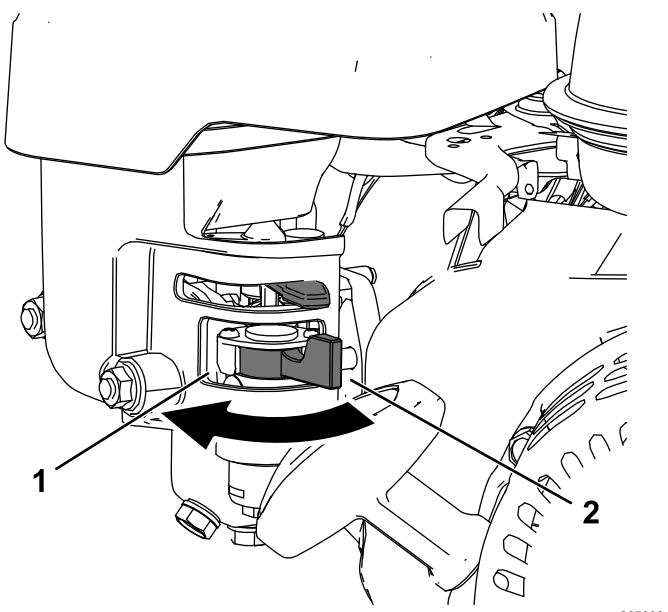

図 19
- バルブを開く場合バルブのレバーをリコイルスター・ハンドルの方へ回す図 19。
- バルブを閉じる場合レバーをリコイルスター・ハンドルと反対の方へ回す図 19。